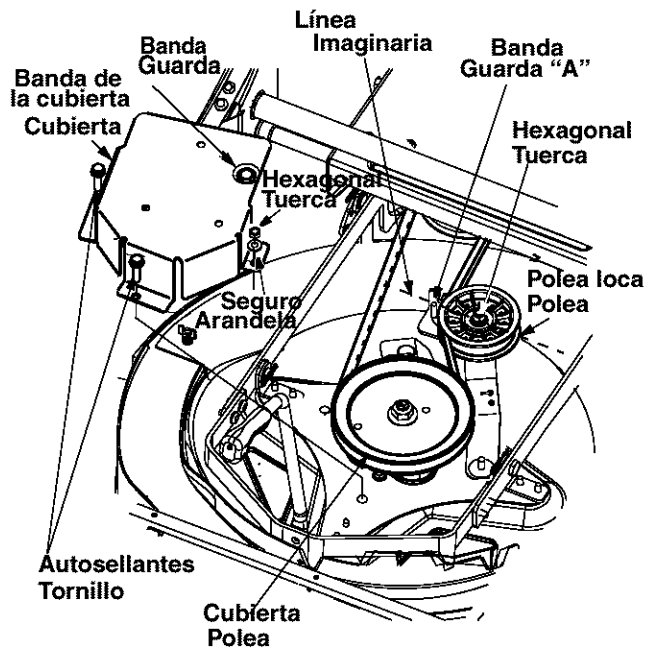

Figura 17
- Use una llave de 1/2" para retirar los dos tornillos autoroscantes, la arandela de cierre y la tuerca hexagonal que sostiene la cubierta. Vea Figura 17. Para ello, tendrá que trabajar por el lado izquierdo superior de la podadora. Retire la cubierta de la banda.
- Use una llave de 9/16" para aflojar la tuerca hexagonal en la polea loca. Ver Figura 17.
- Coloque la nueva banda alrededor de la polea de la cubierta y la polea del motor asegurándose de que la banda entre en la canal de la banda. Hay dos guardas de la banda bajo el recolector de césped, uno en la polea loca y otro bajo la cubierta de la banda. Ver Figura 17.
NOTA: Una línea imaginaria entre la guarda de la banda y la polea loca deberá ser paralela al marco. Ver Figura 17.